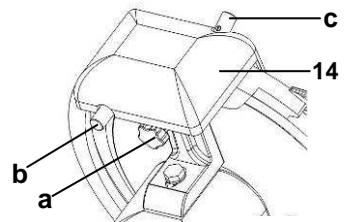

Abb. 7
- Halten Sie den Druckknopf (**b**, **Abb. 7**) für den groben Schleifstein an der Rückseite vom Messerschärfer (1) gedrückt und lassen Sie das Gerät für ca. 30-40 Sekunden Minuten laufen, so dass sich auf dem Schneidmesser ein Grat bildet.